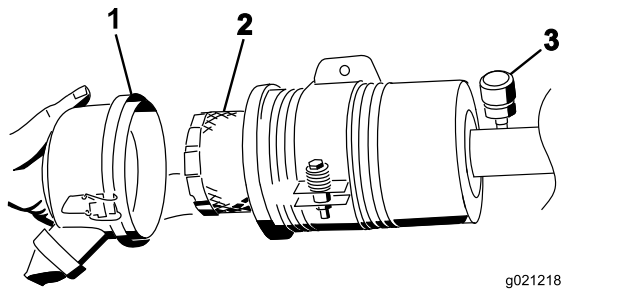

Figura 54
3. Togliete il filtro e sostituitelo (Figura 54).